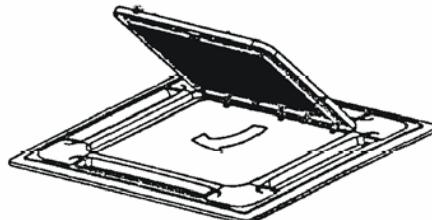

Figure 10
- Soulevez la grille jusqu'à un angle d'environ 45° et enlevez-la. (cf. figure 10)